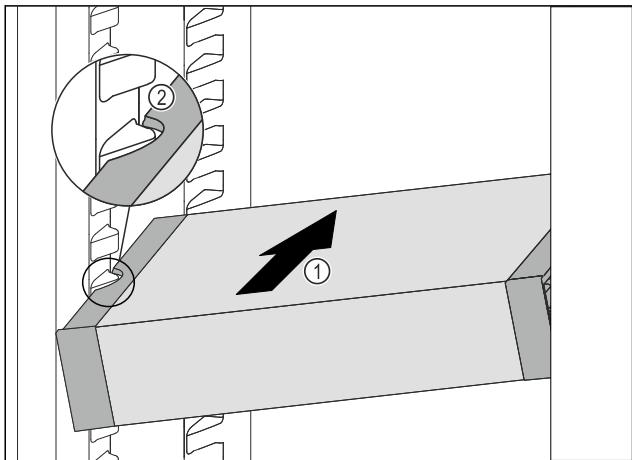

Fig. 92
- Predal VarioSafe potiskajte poševno v hladilnik Fig. 92 (1), dokler stranska izreza Fig. 92 (2) predala VarioSafe nista na višini nastavka za posodo v hladilniku.